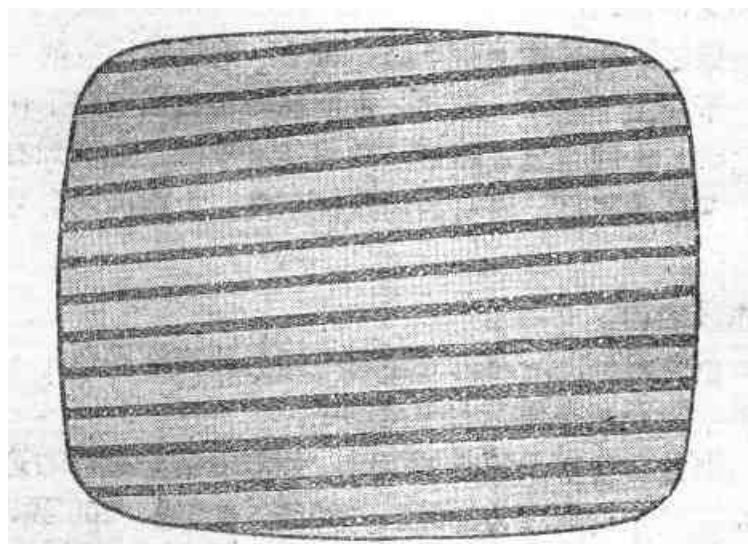

图1-4 行不同步
(1) 亮度、对比度钮配合起来调节，使荧光屏亮度适中，图象反差适中。荧光屏太亮会使图象淡薄，眼睛疲劳。图象反差太大则黑、白、灰层次太少，失去真实感。
(2) 调整 VHF 高频头的微调套钮，使图象、伴音达到最佳。微调套钮向左、向右旋转都行。
(3) 当屏幕上只有倾斜的黑白影条而看不到图象时(见图1-4), 是行不同步。调节“行频”